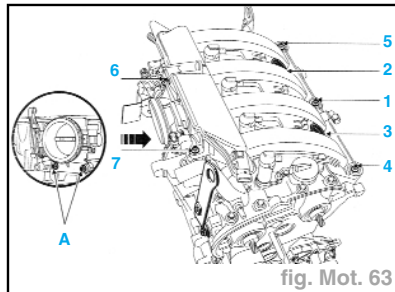

fig. Mot. 63
- le répartiteur d'admission (équipé de joints neufs) en le serrant au couple de **0,9 daN.m** et dans l'ordre préconisé (fig. Mot. 63),
- le boîtier Papillon en serrant les vis (A) au couple de **1,3 daN.m**,